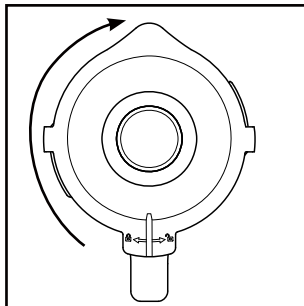

Fig. 2
- 4) Premere saldamente di nuovo il coperchio **2** sull'insero mixer **3** in modo sfalsato. Chiudere il coperchio **2**, ruotandolo in senso orario nella posizione  fino a percepirne l'innesto (vedere Fig. 2). Verificare che il beccuccio dell'insero mixer **3** sia chiuso. Il motore può avviarsi solo quando il coperchio **2** è posizionato a filo.